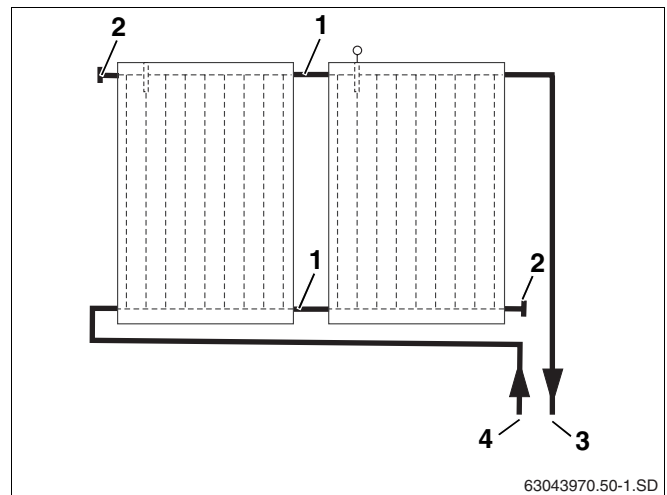
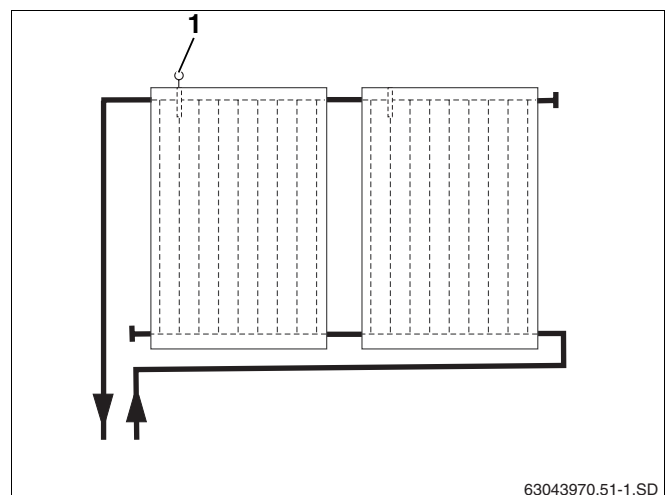

Fig. 40 Conexión hidráulica – tubería de impulsión a la derecha
Fig. 41 Conexión hidráulica – tubería de impulsión a la izquierda
La conducción de tubos del campo de colectores debe realizarse según el principio de Tichelmann. De esta forma se garantiza que cada uno de los colectores reciba el mismo caudal (fig. 40).
La tubería de impulsión puede montarse a la derecha (fig. 40) o a la izquierda (fig. 41). En estas instrucciones se ha representado la tubería de impulsión en el lado derecho.
Los colectores deben montarse de tal forma que los pasos para el soporte de la sonda del colector (fig. 41, **pos. 1**) se encuentren arriba.